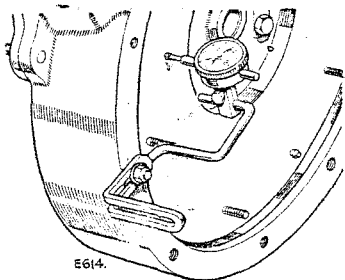

Fig. A-122—Verificación de la desviación en la superficie de la rueda volante.
3. Verifíquese la desviación en la superficie de la rueda volante según ilustrado en Fig. A-122. La desviación en la superficie de la rueda volante no debe exceder 0,050 mm.